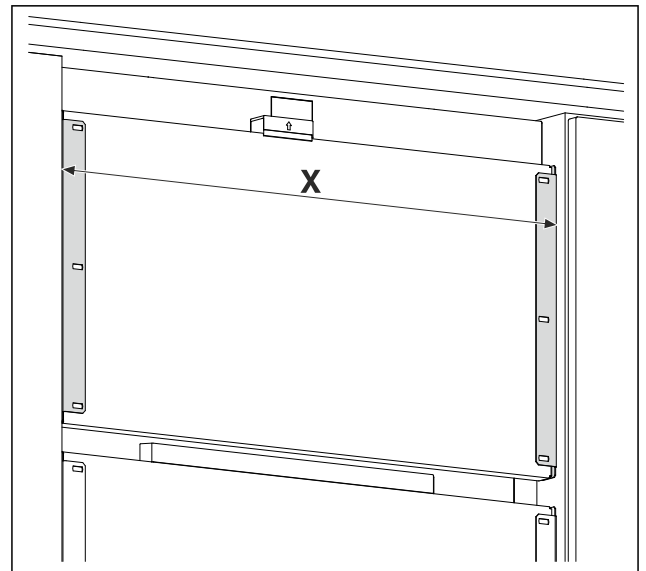

Fig. 18 Beispielhafte Darstellung
- Abstand Fig. 18 (X) zwischen den Außenkanten der Halte-winkel messen.